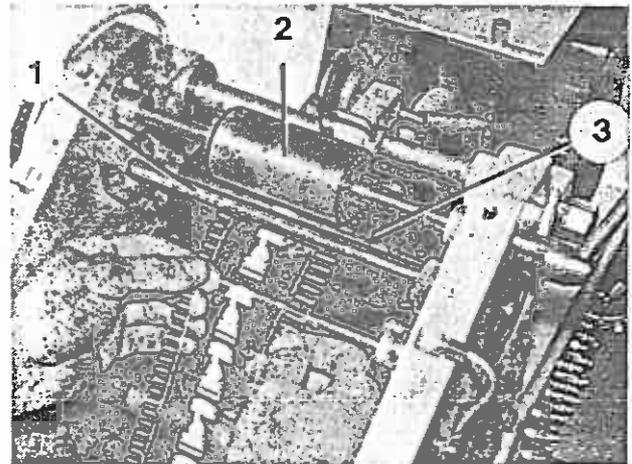

Bild 73
4. Einwickler etwas abrollen und unterhalb der Schutzstange (Bild 73/1) zwischen der Vorzugs- (Bild 73/3) und Gegenwalze (Bild 73/2) hindurchschieben.